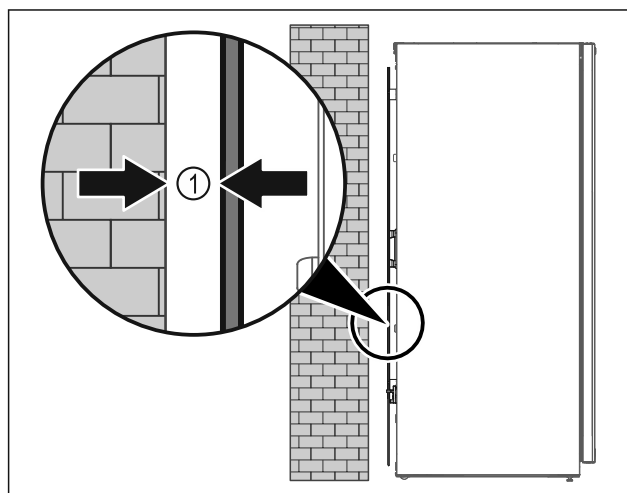

Fig. 4
- ▶ Aparat postavite na poljubno mesto v prostoru ali neposredno ob steno z minimalnim odmikom 5 mm Fig. 4 (1).